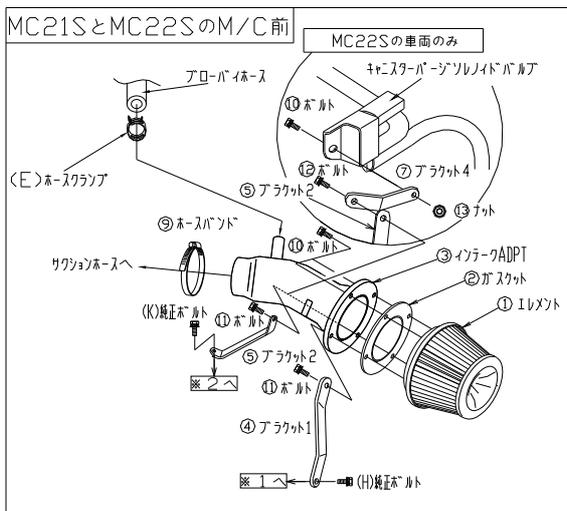

図2
2. 下図2～3を参照してPOWER INTAKEを組立ててください。この時、各ボルト・ナットは仮締めの状態にしておいてください。
※ MC22Sの車両は⑫ボルトで⑤ブラケット2と⑦ブラケット4を図2に従って共締してください。